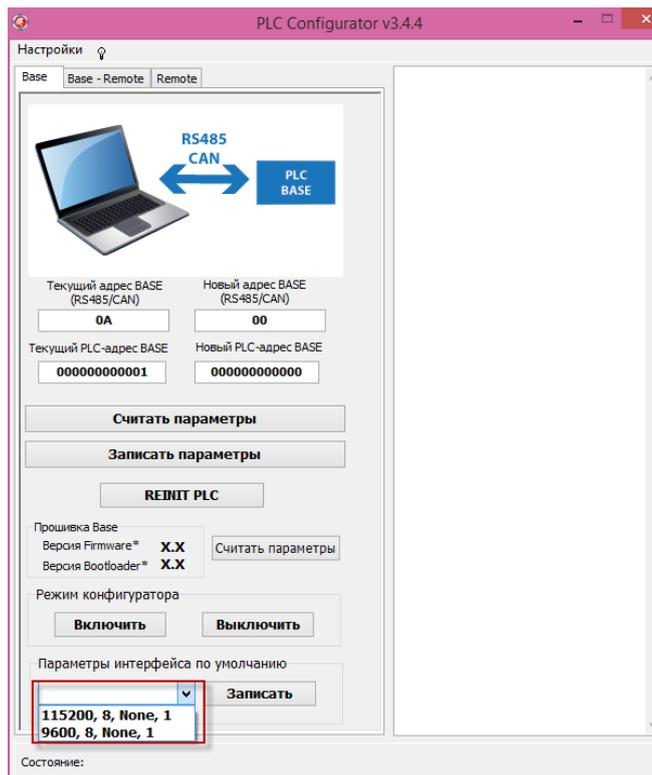

Рисунок 8
2). Далее необходимо настроить параметры КИ-PLC/485 Base на форме для управления конвертором, вкладка "BASE" (Рисунок 8):